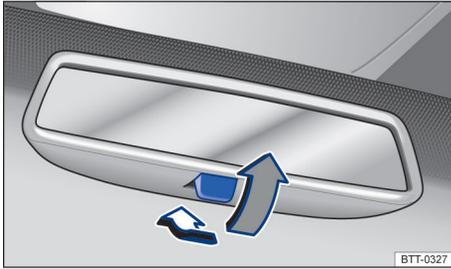

Fig. 84 Retrovisor interior antideslumbrante manual.
- Para oscurecer el retrovisor, tire de la palanca hacia atrás => fig. 84.